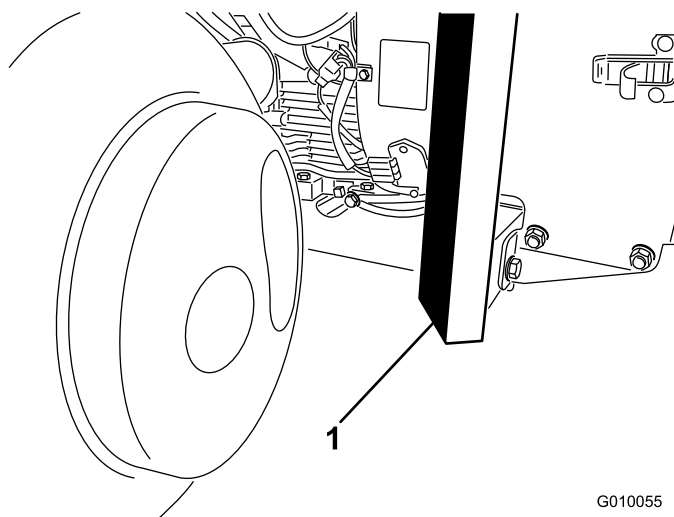

Figura 41
2. Collocate il cavalletto metallico con sicurezza sotto la parte anteriore del telaio (Figura 41).